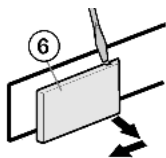

Fig. 6
- ▶ Za pomocą śrubokrętu zwolnić osłonę od strony uchwytu Fig. 6 (6) i wyjąć ją do zewnątrz.